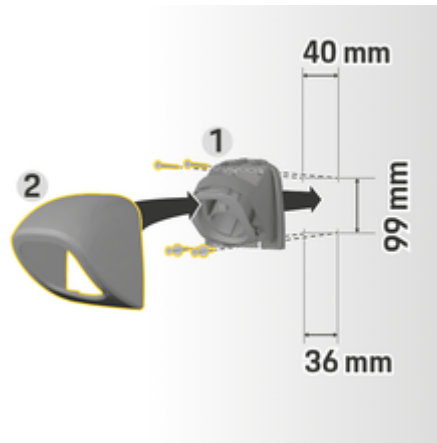

Fig. 100 Dimensões de perfuração
1. Remover o fecho do conector 1 (Fig. 100) da capa 2 (Fig. 100).
4. Aparafuse o fixador do conector 1 (Fig. 100) à parede.
5. Coloque a cobertura 2 (Fig. 100) no fixador do conector 1 (Fig. 100) a partir de baixo e empurre para cima.